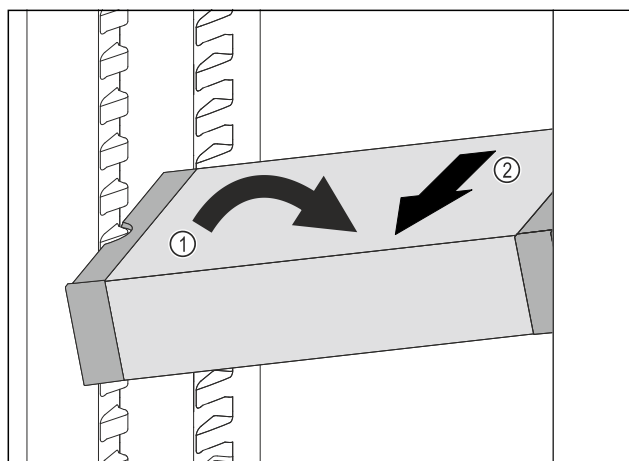

Fig. 152
- Állítsa ferde helyzetbe a VarioSafe-fiókot a hűtőrészben. Fig. 152 (1)
- Előrefelé vegye ki a VarioSafe-fiókot. Fig. 152 (2)